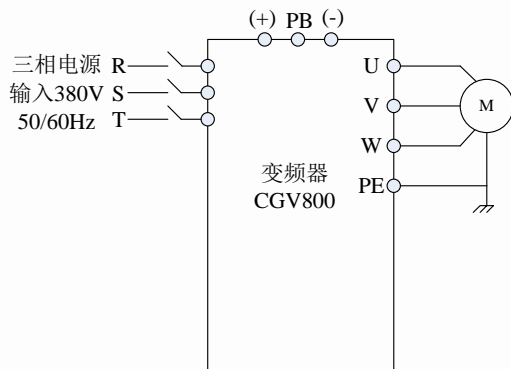

图4-11 基本运行配线图
(1) 按图4-11配线，检查接线正确后，合上MCCB开关，变频器上电；
- (1) 按图4-11配线，检查接线正确后，合上MCCB开关给变频器上电；
- (2) 按MENU/ESC键，进入编程菜单；